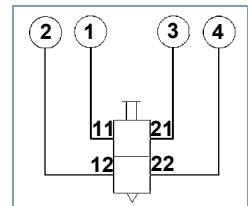

Fig. 3 Empalmes del banco de pruebas
- Conectar el aparato en los empalmes del banco de pruebas (ver fig. 3).